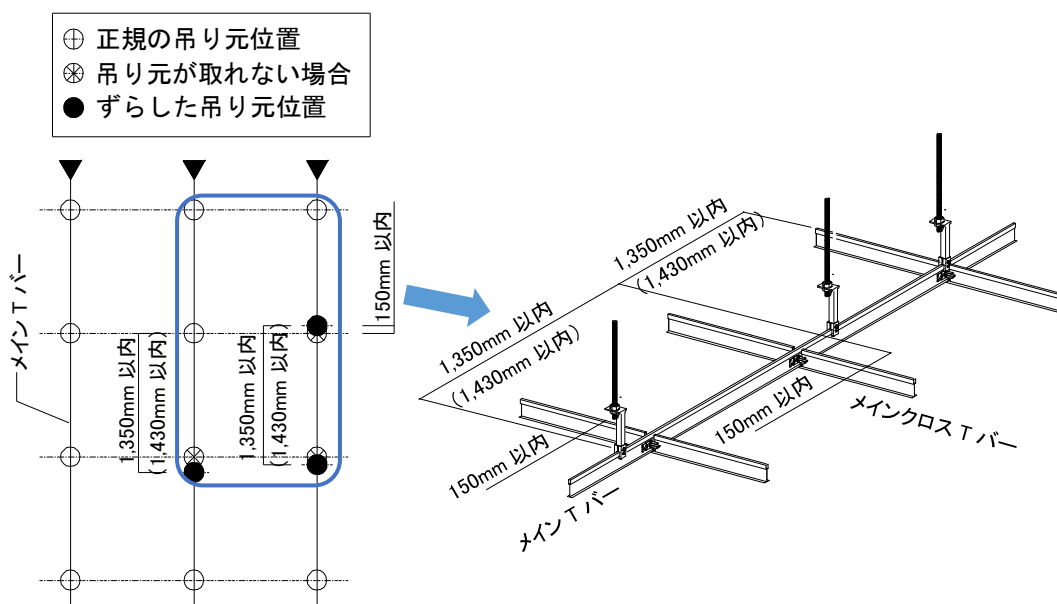

図2-3-2 吊りボルト設置時の注意事項
②ハンガーを組付けた吊りボルトをインサートにねじ込み、吊りボルトが鉛直になるように設置すること。
③吊りボルト設置時は、メインTバーとメインクロスTバーの交点  $1,200 \times 1,200\text{ mm}$ または  $1,280 \times 1,280\text{ mm}$ 付近に直吊りする。やむを得ず交点から離れて吊る場合は、メインTバー方向、メインクロスTバー方向とも 150 mm以内とし、吊りボルト相互の離れは 1,350 mm以内 ( $1,280 \times 1,280\text{ mm}$ の場合は 1,430 mm以内)とすること。(図 2-3-2 参照)